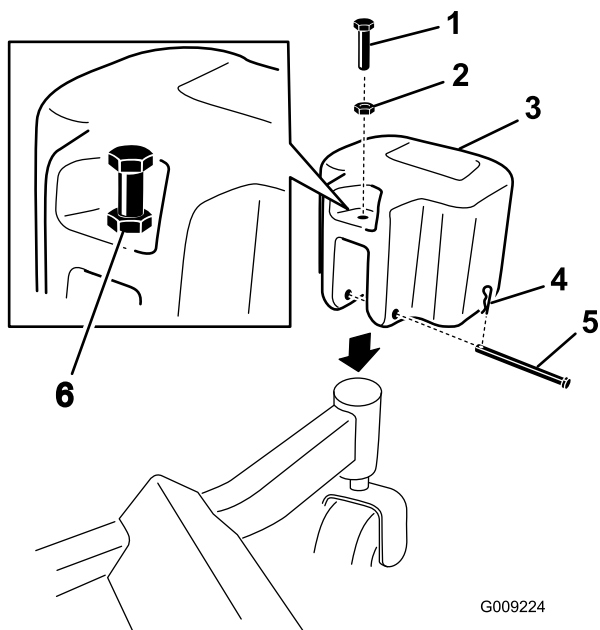

Figure 33
1. Montez les masses sur les roues pivotantes avant à l'aide d'un axe de chape et d'une goupille fendue (Figure 33).
2. Placez l'écrou sur chaque boulon entièrement fileté et mettez les boulons dans chaque masse (Figure 33).